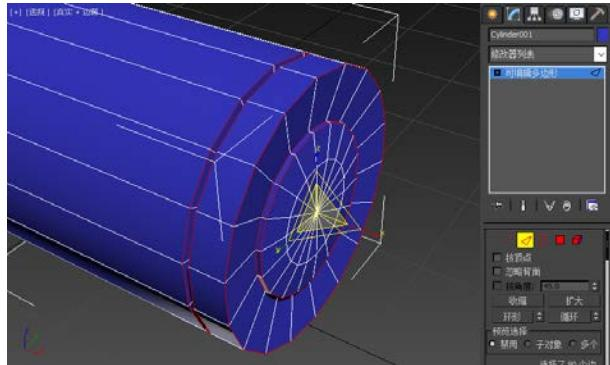

图 3-1-15 选择循环边
**STEP 15** 单击【边】按钮或按【2】键，进入【边】子对象，选择视图中的循环边，如图 3-1-15 所示。